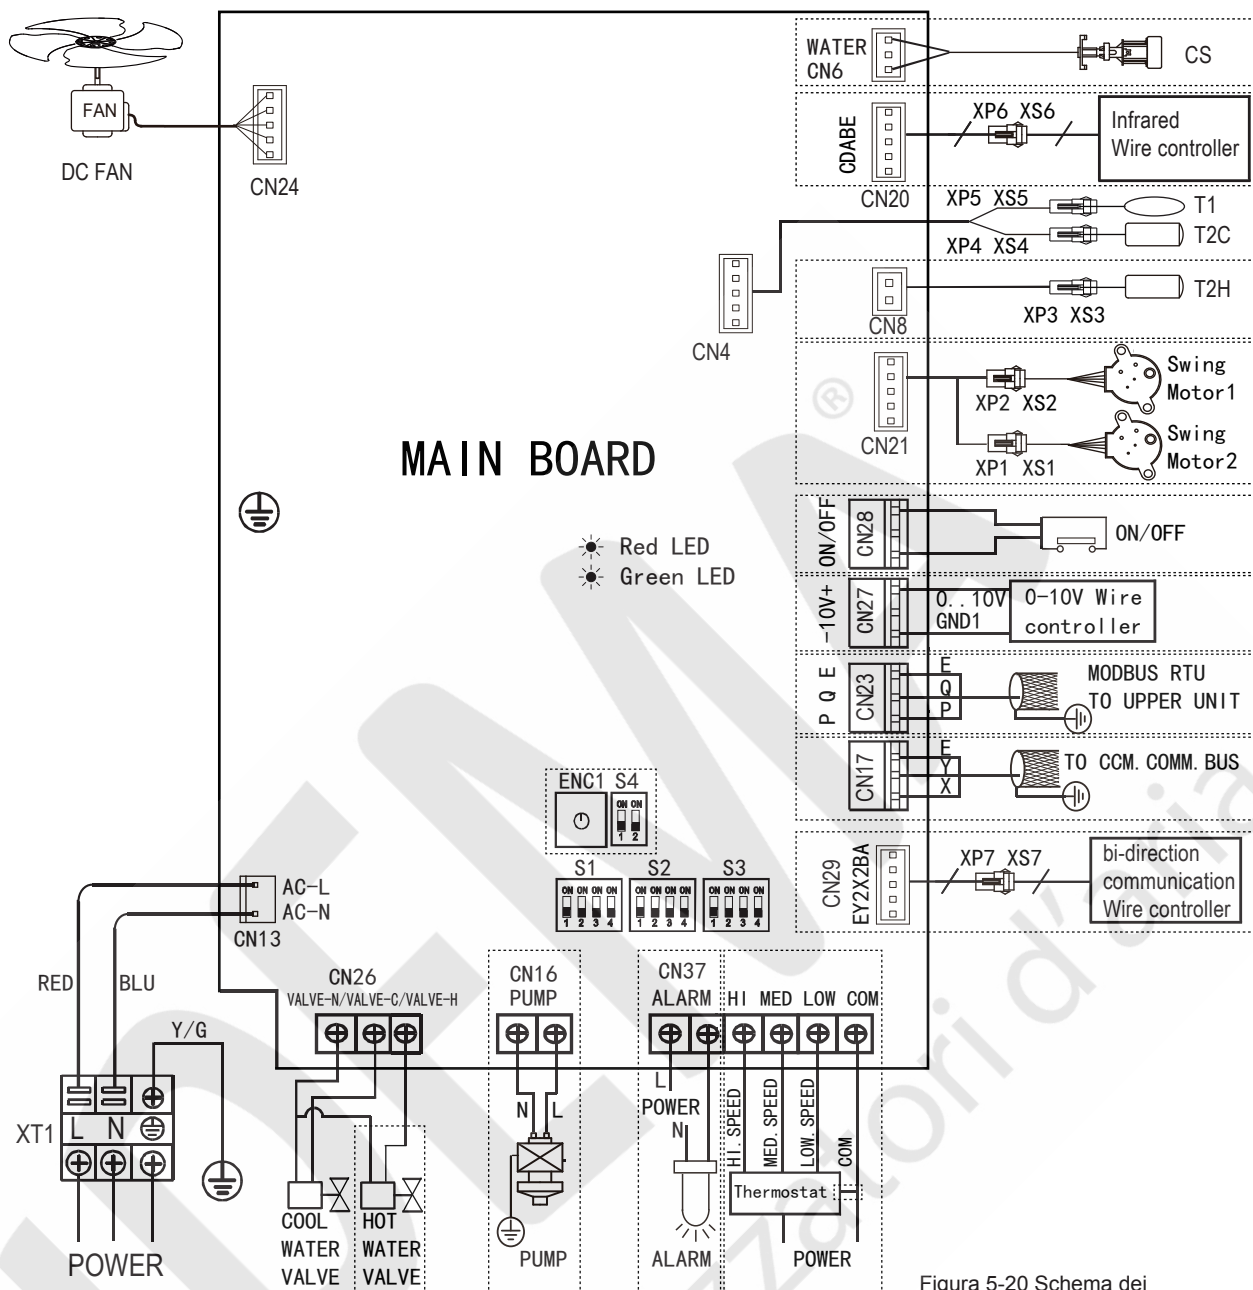

Figura 5-20 Schema dei cavi (VENTILATORE DC)
- Realizzare i collegamenti elettrici secondo la targa di cablaggio (Figura 5-20) dell'unità.